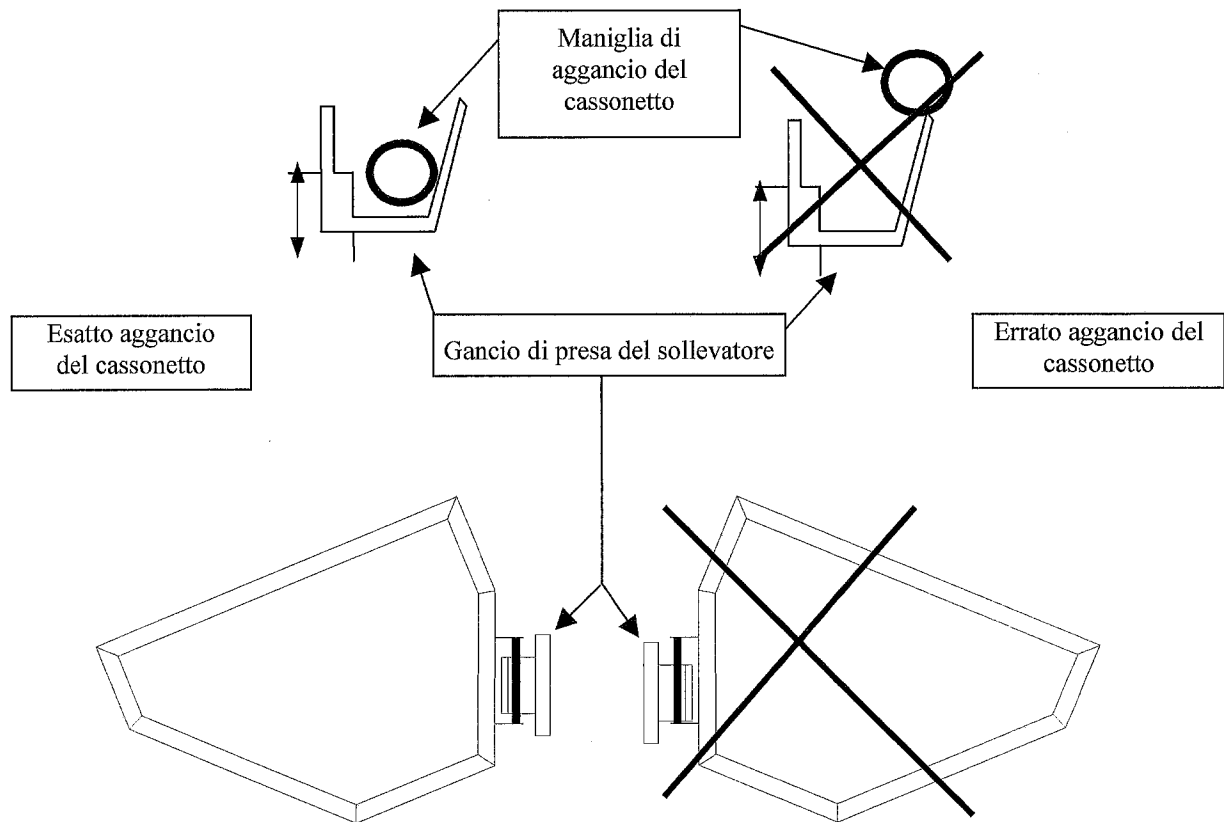

Fig. 4: rappresentazione del corretto e dell'errato aggancio del cassonetto con il sollevatore
- riportare il cassonetto, una volta completamente svuotato, in corrispondenza del gancio dell'elevatore, facendo attenzione che la maniglia del cassonetto sia correttamente inserita nel gancio dell'elevatore (vedi fig. 4)